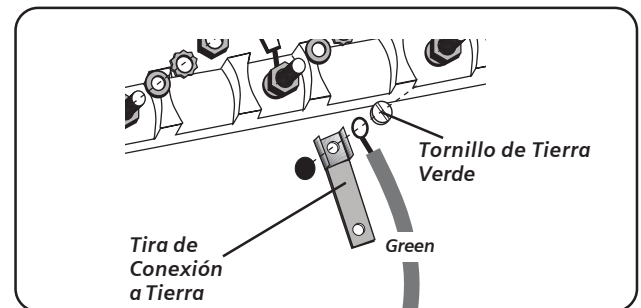

Figura 9
5. Quite la tira de conexión a tierra del poste central, gire de modo que el extremo ancho quede arriba y fije el extremo ancho a la estufa a través del agujero abajo de la caja de conexiones. Fije el cable verde en la parte superior de la tira de conexión a tierra. Apriete el tornillo (Vea Figura 9).